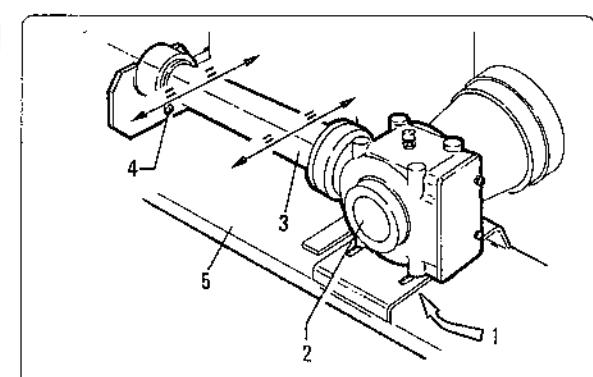

fig. 7.8.2
- 1- desserrer les vis "1" fig. 7.8.2 de fixation du multiplicateur et la vis "4" de blocage de la rallonge au châssis.
- 1- die Schrauben "1" Abb. 7.8.2 zur Befestigung des Übersetzungsgetriebes und die Schraube "4" zur Blockierung der Verlängerung am Rahmen losdrehen.
4 - Spostare il moltiplicatore fig. 7.8.2 nella stessa direzione e della stessa entità, per ripristinare l'allineamento del tubo di prolunga "3" con il telaio della macchina "5".